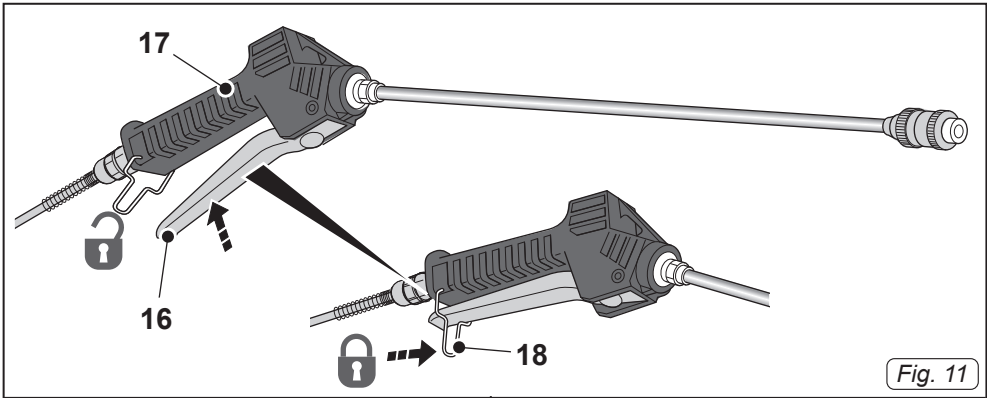

Fig. 11
- Den Hebel (16 Abb. 11) der Spenderlanze drücken (17 Abb. 11) und mit der Desinfektion der Oberflächen beginnen.